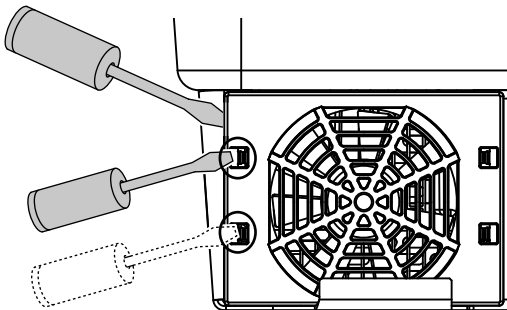

Abb. 73: Befestigungslaschen lösen
3. Mit einem zweiten Schraubendreher die Befestigungslaschen zur Lüftermitte drücken. Lüftereinheit leicht hervorziehen.  **Abb. 73**